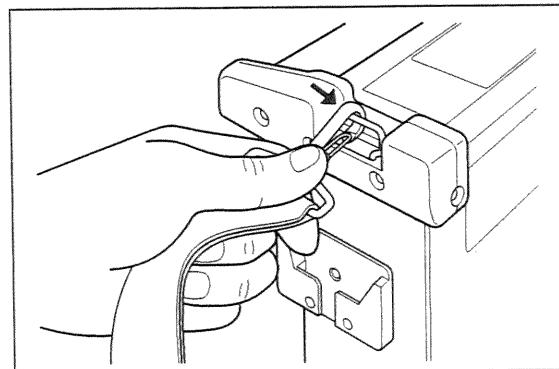

図 3.20
1. 肩ベルトのフックレバーを押しながら MX 本体のベルト受け金具にフックを引っ掛けます（図 3.20 参照）。